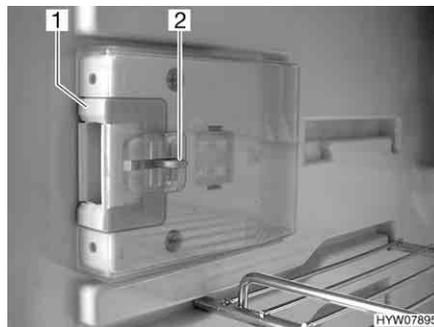
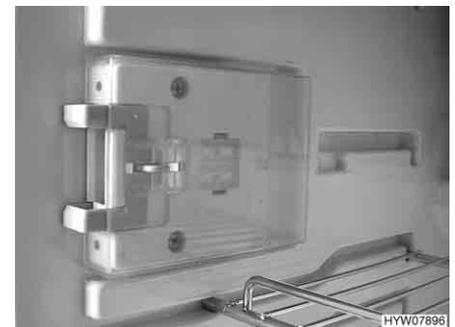

Bild 166 Verschlusseinrichtung in Normalstellung
Bild 167 Verschlusseinrichtung in Lüftungsstellung
■ Die Entriegelung (Bild 166,2) eindrücken.
■ Die Verschlusseinrichtung (Bild 166,1) nach vorn schieben (Bild 167).